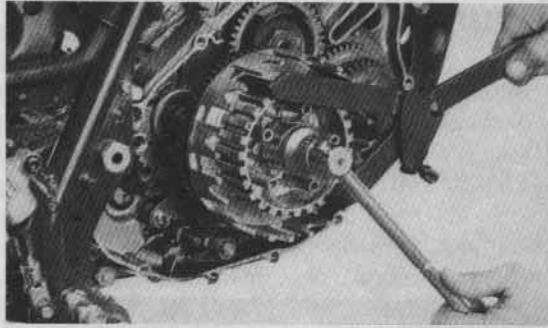
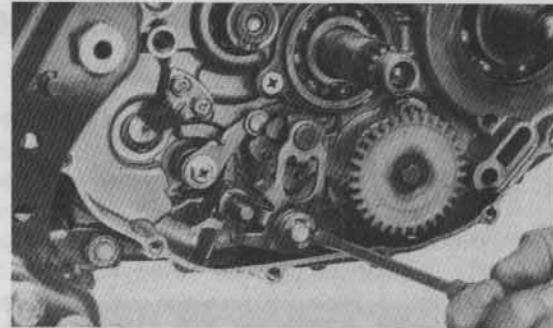

Bild 98 ▶
Bild 99
- Sprengring des Schaltsegments aushebeln (Bild 98) und Segment von der Verzahnung abnehmen. Schaltwalzenarretierung (Bild 99): Feder aushängen und Schraube SW 10 lösen.